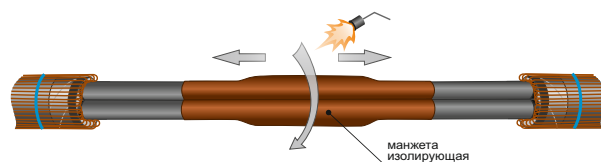

Рис. 9
15. Надвиньте на смонтированные уплотнительные манжеты изолирующие манжеты и усадите их таким же образом (рис.9).